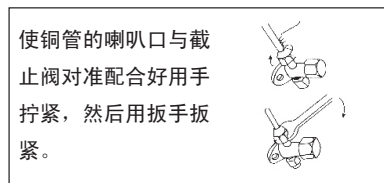

图22
- (3) 在截止阀与管的喇叭口处涂少许润滑油，然后按图22所示拧紧纳嘴。
- (4) 按图22所示用扳手牢固地将纳嘴扳紧，扭矩力按表（5）规定执行。